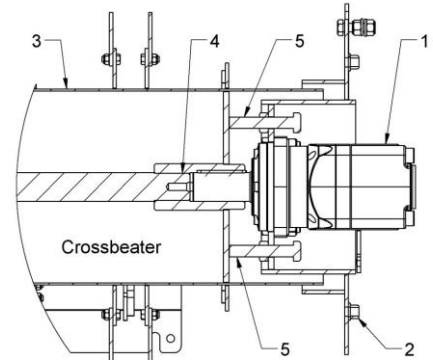

Bild. 7. Rivarvals med motor
6. För återmontering av motorn, följ proceduren ovan i omvänd ordning. Se Bild.7.